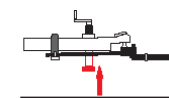

Figure 31
7. Avec les deux bras fixés, baissez le vérin, puis retirez-le complètement. (Figure 31)